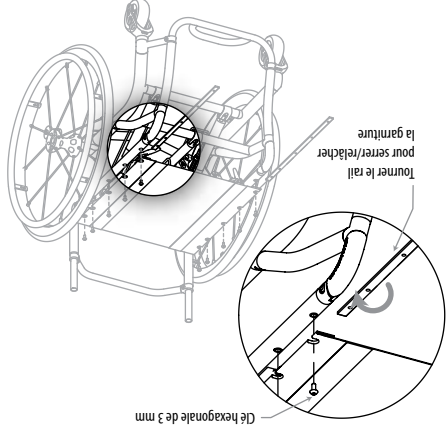

Figure 17.20
- 3 Retirez les 10 vis à tête ronde qui fixent la toile du siège aux rails du siège à l'aide d'une clé hexagonale de 3 mm. (Voir la figure 17.20)
- 4 Tournez le rail de la garniture pour relâcher ou serrer la garniture. (Voir la figure 17.20)
- 3 Dévissez les attaches à tête ronde qui fixent la garniture le long du dessus du rail du siège comme indiqué à la figure 17.20.
- 6 Tournez les rails tenseurs pour serrer ou relâcher la garniture comme indiqué à la figure 17.20.